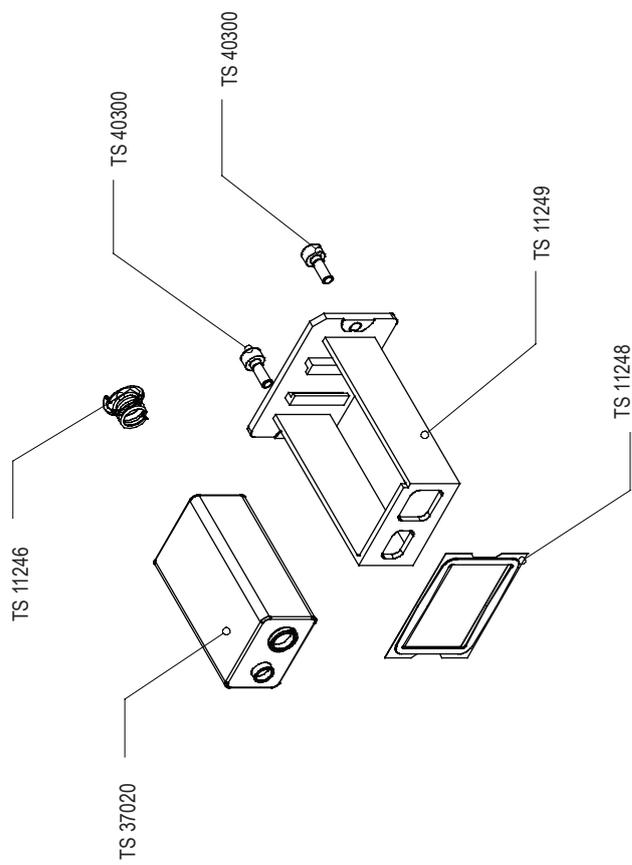

Рис. 13-3: держатель батареи в сборе TS 10189, детали
- Рисунок 13-3: держатель батареи в сборе TS 10189, детали